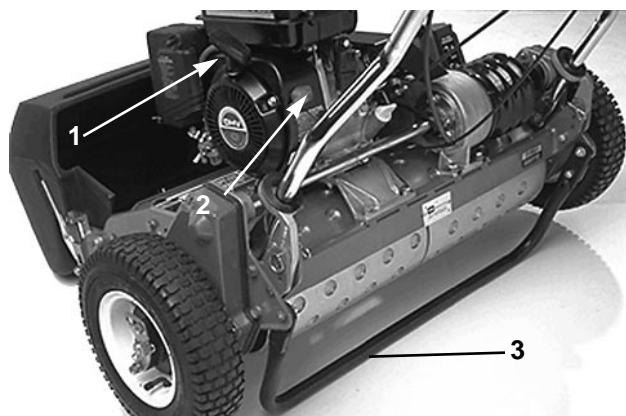

Fig. 16
Motor de arranque retráctil (Fig. 16)—Empurrar a alavanca do motor de arranque retráctil para fazer arrancar a máquina.
Interruptor de Ligar/desligar (Fig. 16)—Localizado na traseira do motor. Mova o interruptor para a posição ON (ligar) para ligar o motor e para a posição OFF (desligar) para desligar o motor.
Suporte rápido (Fig. 16)—Situado na traseira da máquina, o suporte rápido é usado para levantar a traseira da máquina para instalação ou remoção das rodas para transporte.
4. Mover o comando do acelerador (Fig. 16) para marcha RÁPIDA.